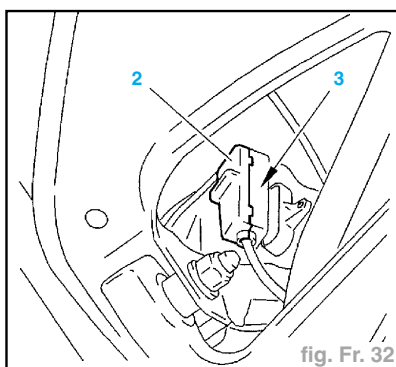

fig. Fr. 32
- Ouvrir le cache (2) (fig. Fr. 32).
- Déconnecter le connecteur (3) du capteur de roue.